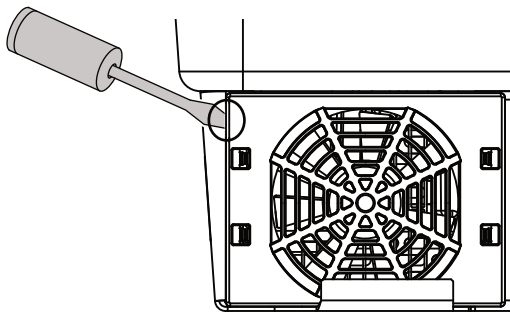

Abb. 70: Lüftergitter lösen
2. Lüfter ausbauen. Dazu am Rand des Lüftergitters einen Schraubendreher ansetzen und leichten Druck auf das Lüftergitter ausüben.  **Abb. 70**